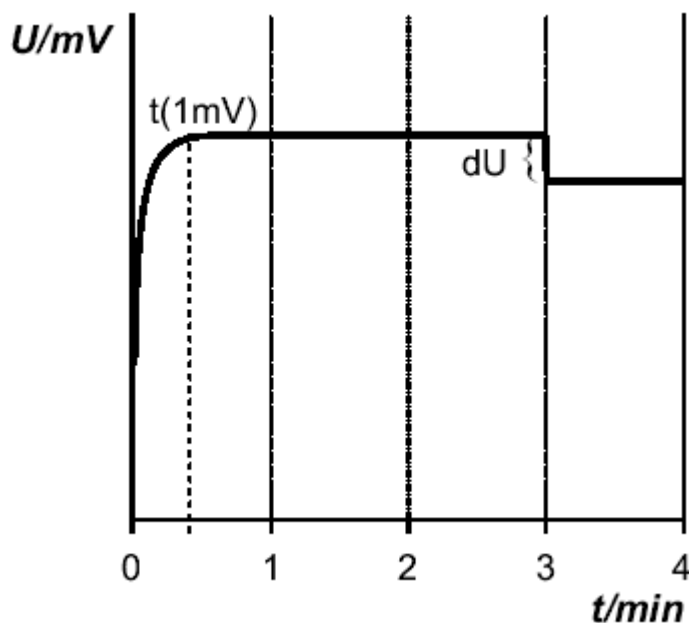

Рис. 8: Схема, показывающая изменения потенциала в ходе проверки электрода.
- Правильное **истечение внутреннего электролита** вызывает при включении мешалки только минимальное падение потенциала (см. рис.8). Большое падение указывает на слишком малое истечение – диафрагма блокируется. Если вы получили скачок потенциала, значит, истечение слишком большое и должно быть скорректировано.